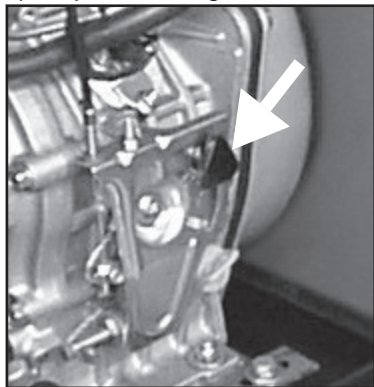

Fig. 7
2) Versjon P3500 – P4500 – P6000 – WP180 (Motor YANMAR): still gasskontrollen som sitter på motoren (se fig. 7) i høy posisjon; vent til motoren er helt slått av; still nøkkelen i posisjon "OFF".